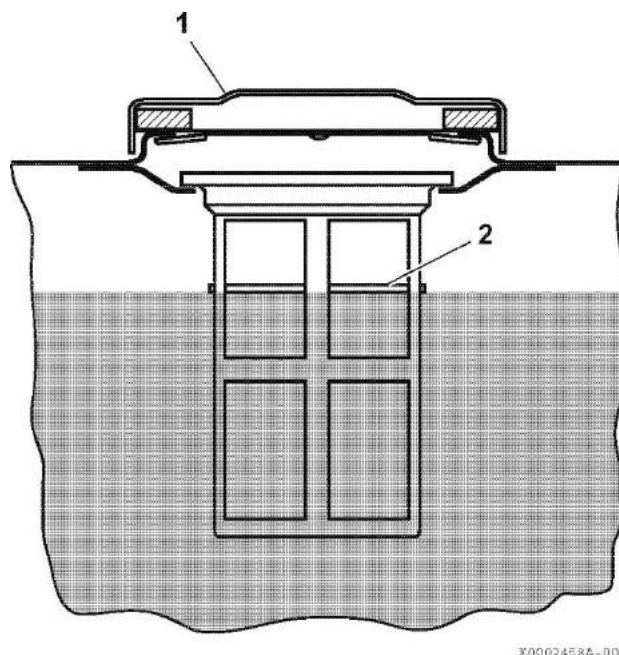

Рисунок 25
2. Снять крышку топливозаливной горловины (Рисунок 25, (1)) с топливного бака.